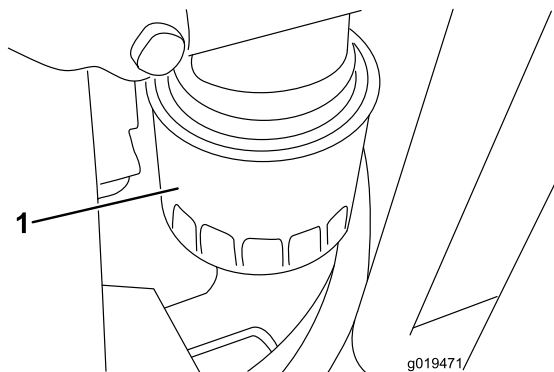

Bild 58
2. Entfernen Sie den Ölfilter (Bild 58). Ölen Sie die neue Dichtung am Ölfilter leicht mit frischem Öl ein, bevor Sie den Filter eindrehen. Ziehen Sie nicht zu fest.